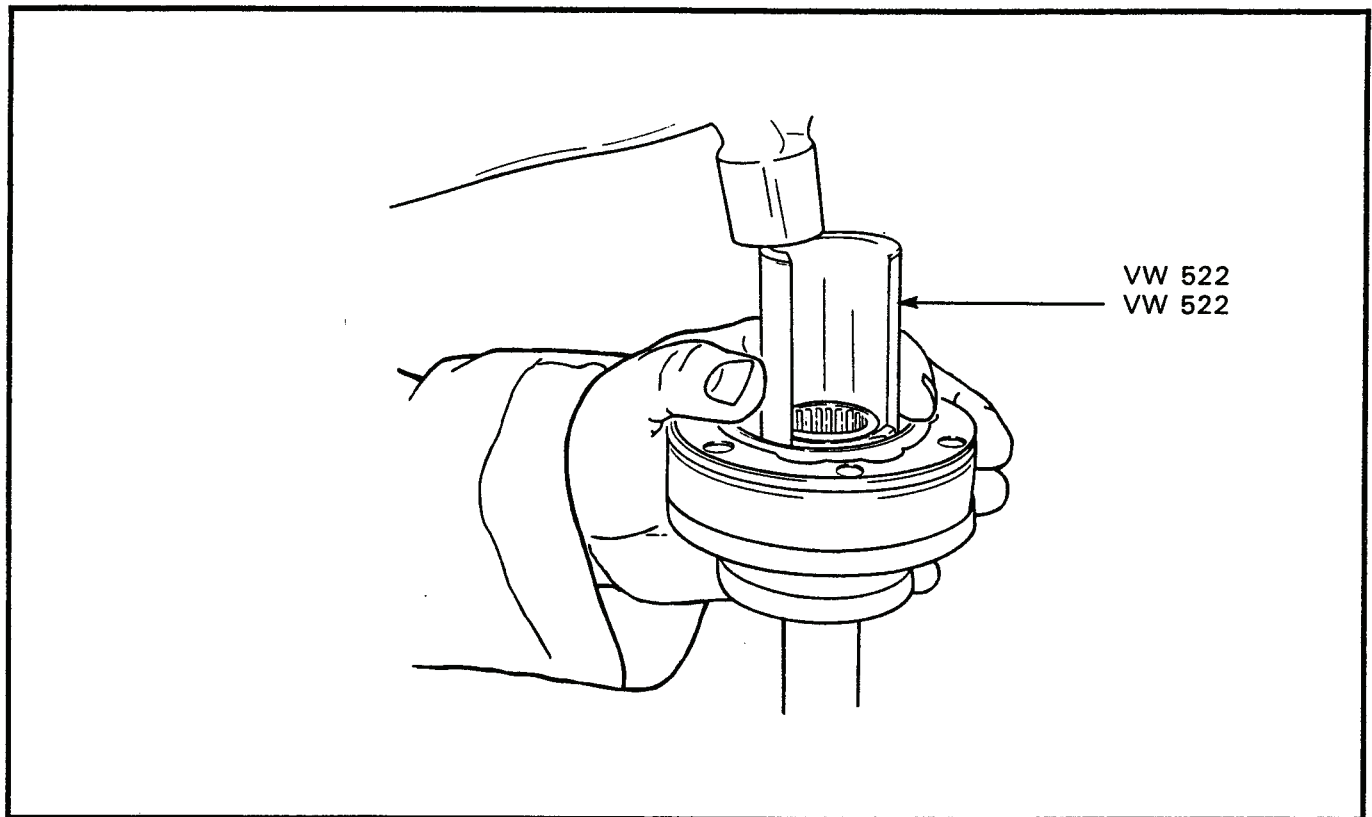

Figure 3-4-5 Installation of Inner Constant Velocity Joint on Drive Axle
- a. Place a small clamp (5) on the axle (6).
- b. Install the inner dust boot (7) on the drive axle and move the boot to the other end of the axle.
- c. Install the axle in a soft-jawed vise and position the CV joint (10) on top of the axle, ensuring the spline of the axle and CV joint hub are correctly positioned so that the hub and spline will mesh when the CV joint is tapped onto the axle.
- d. Position tool VW522 on the end of the hub and tap or press the CV joint onto the axle, see Figure 3-4-5.
- a. Placer un petit collier de fixation (5) sur l'arbre de roue (6).
- b. Installer le soufflet pare-poussière intérieur (7) sur l'arbre de roue, et amener le soufflet à l'autre extrémité de l'arbre.
- c. Placer l'arbre dans un étau à mordaches de métal mou et placer le joint homocinétique (10) sur le dessus de l'arbre en s'assurant que la cannelure de l'arbre et le moyeu du joint homocinétique sont bien placés, de sorte que le moyeu et la cannelure soient en prise lorsqu'on installera le joint homocinétique sur l'arbre.
- d. Placer l'outil VW522 sur l'extrémité du moyeu et installer le joint homocinétique sur l'arbre de roue au moyen d'un marteau ou d'une presse. Voir figure 3-4-5.